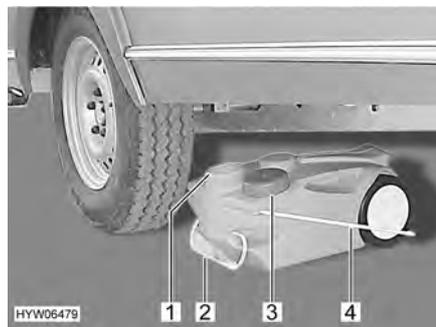

Fig. 155 Depósito de aguas residuales, con ruedas
- Cerrar la abertura del depósito de aguas residuales (Fig. 155,1) con la tapa (Fig. 155,3).
- Extraer el depósito de aguas residuales por el tirador (Fig. 155,2).
- Abatir hacia arriba el tirador (Fig. 155,4) y colocar el depósito de aguas residuales.